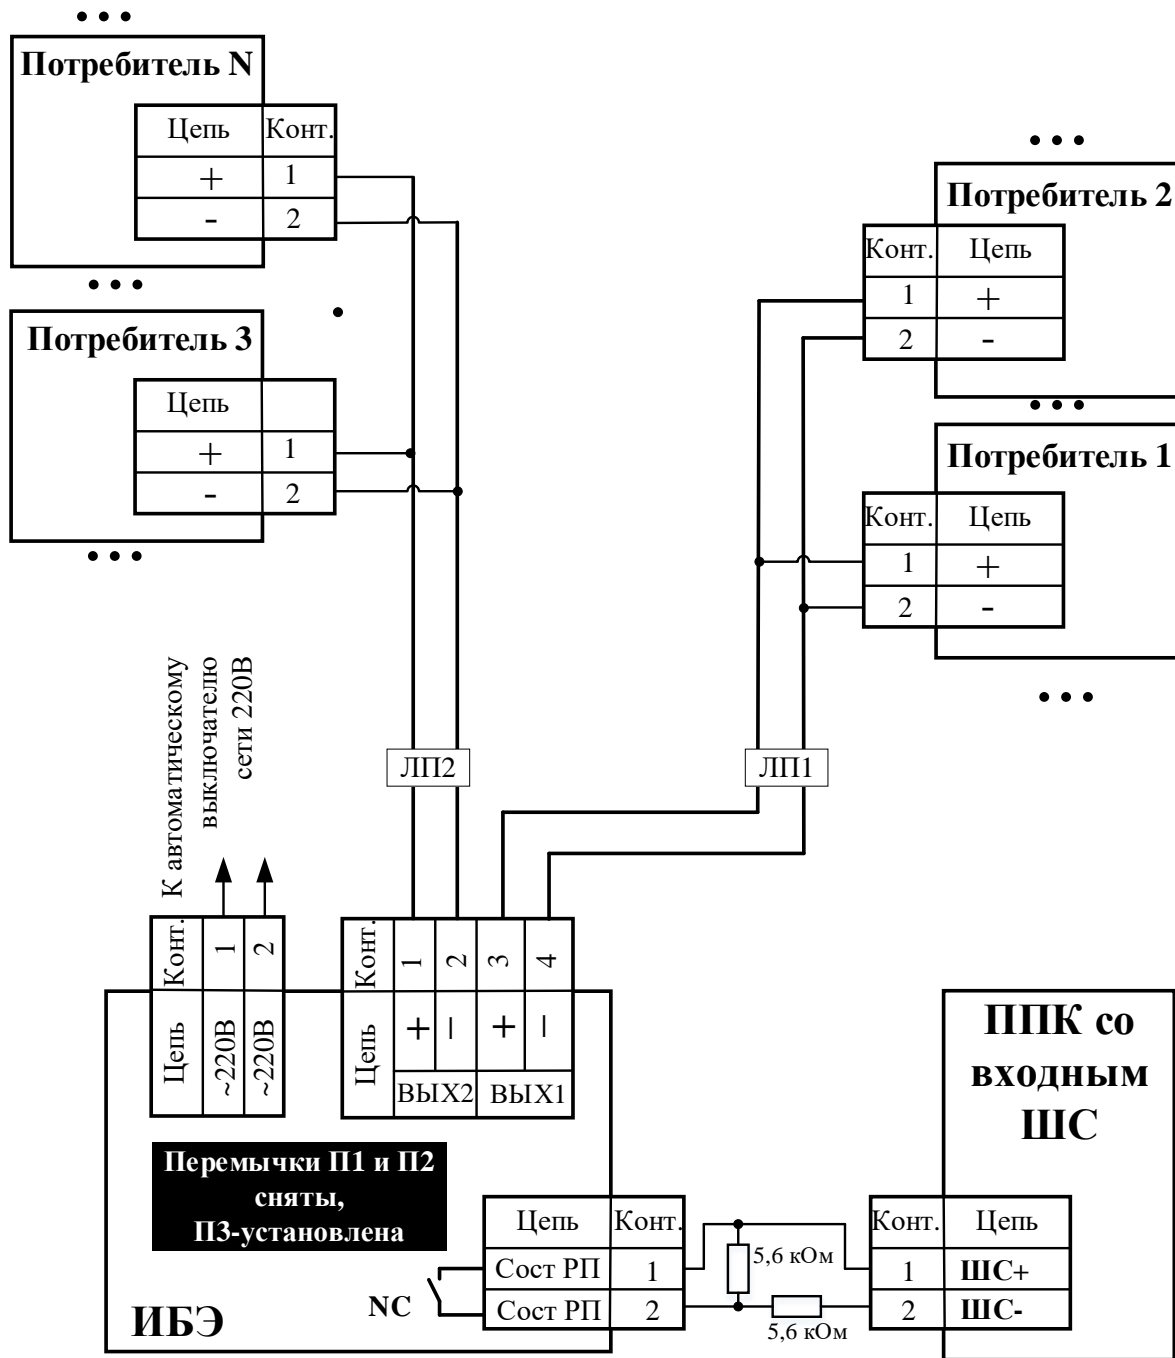

Рисунок 7
12. Схема подключений при удаленном размещении потребителей по двум разным направлениям представлена на Рисунок 7. Запрещается соединять ЛП1 и ЛП2 между собой.